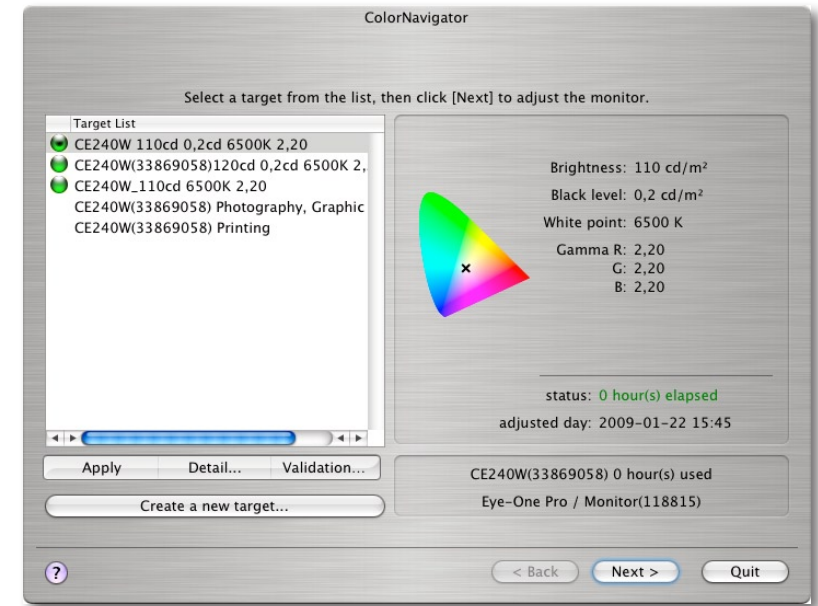

Abb. 3: Zu Beginn wählt man entweder ein bereits definiertes Target oder klickt auf »Create a new Target«, um sich ein eigenes neues Target zu definieren.
2. Im nun erscheinenden Dialog (siehe Abb. 3) wählt man entweder einen der mitgelieferten Zielwertesets (es werden zwei Voreinstellungen mitgeliefert) oder einen zuvor schon einmal selbst angelegten Set – oder man klickt auf *Create a new target*, um neue eigene Zielwerte in einem neuen Set festzulegen.